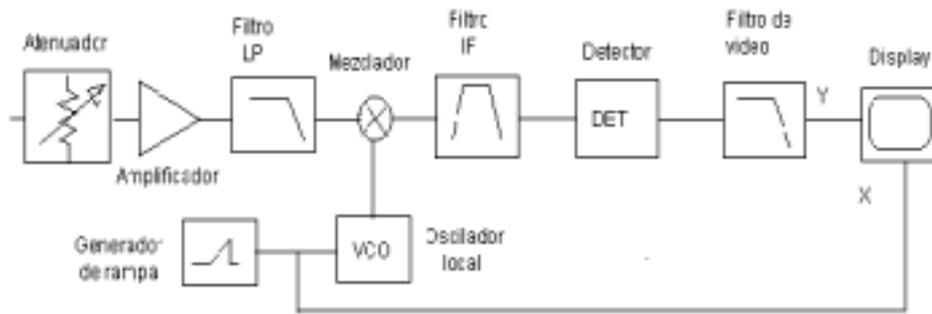

Figura 2. Diagrama de bloques de un analizador de espectro heterodino.
El funcionamiento de un analizador de espectros heterodino, Figura 2, es el siguiente: La señal de entrada que se desea analizar es trasladada a una frecuencia intermedia (FI) más alta (en el caso del analizador que nos ocupa de 2.11GHz) por medio de un oscilador local interno, senoidal y sintonizable. Es decir, a lo largo de cada barrido se desplaza el espectro de la señal de entrada a la frecuencia FI, que es la frecuencia central de la banda de paso de un amplificador sintonizado a la frecuencia FI. La salida del amplificador de FI se mezcla con un oscilador de cuarzo, generándose una información centrada en 0Hz. Esta información se filtra, por medio de un filtro activo, y la salida es rectificadora y amplificada por un circuito denominado de medición. En la pantalla se